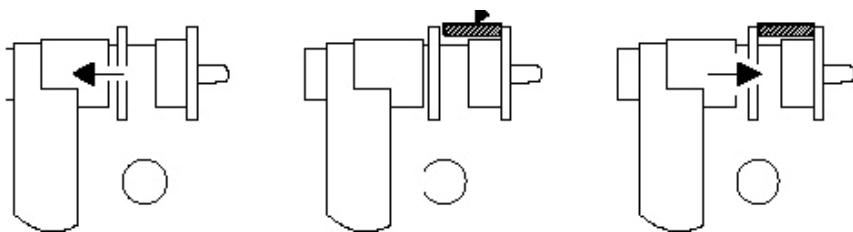

Figura F3.12 Uso de um medidor de distância para colar o chumbo
- 2) Coloque o bloco de equilíbrio correspondente aos gramas desequilibrados (desequilibrio no lado interno) exibidos na janela esquerda na cabeça da régua, como mostrado na Figura F3.12;